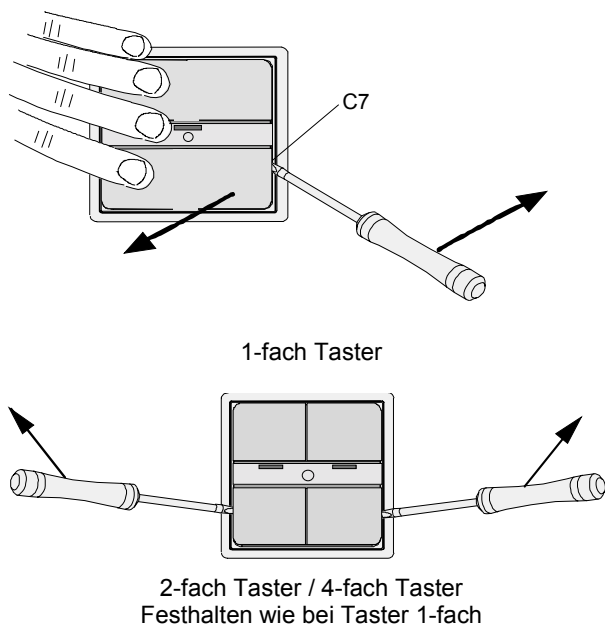

Bild 4: Herausdrücken der Tasterwippen
- Bei Verwendung der Befestigungsschrauben (C3) zuerst die Tasterwippen (C5) gemeinsam herausdrücken. Schraubendreher zwischen den Rahmen in die Aussparung (C7) stecken und heraushebeln (Bild 4). Wichtig dabei: Das Tastermodul (C4), die Tasterwippen (C5) plus Rahmen (C2) festhalten / andrücken.